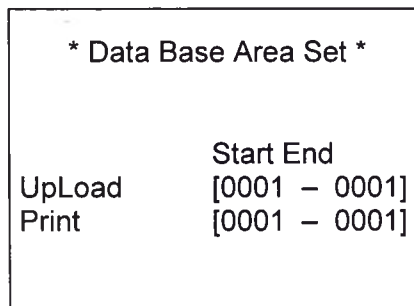

Рис. 5.11 Режим Data Base Block Control
1) Находясь в режиме System Control, нажмите клавишу **5**, после прибор перейдет в режим Data Base Block Control (рис. 5.11).